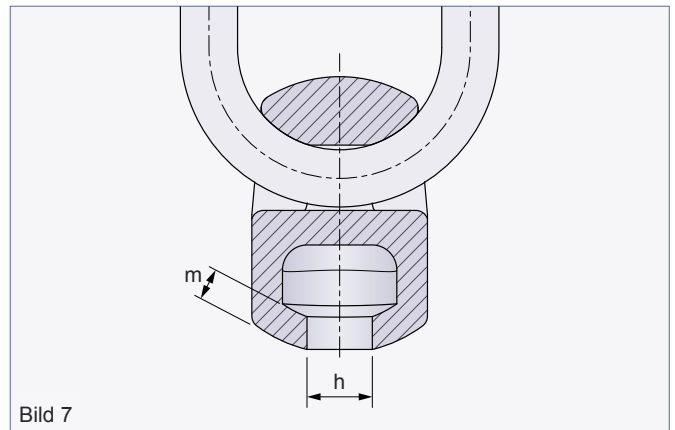

Bild 7
- Bei Über- bzw. Unterschreitung der zulässigen Verschleißmaße ist ebenfalls die Ablegereife erreicht (siehe Tabelle 4 und Bild 7).
PHILIPP bietet zum schnellen und einfachen Prüfen der Verschleißmaße an einem Kugelkopf-Hebekopf eine Prüflehre an. Mit Hilfe dieser Prüflehre kann sowohl die Maulweite h_{\max} als auch die Lippendicke m_{\min} geprüft und somit u.a. eine Ablegereife bestimmt werden (siehe Tabelle 4 und Bild 7).